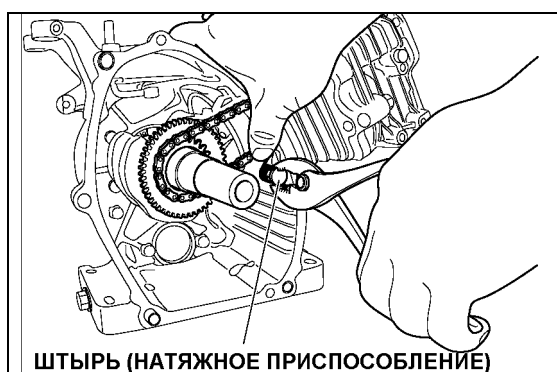
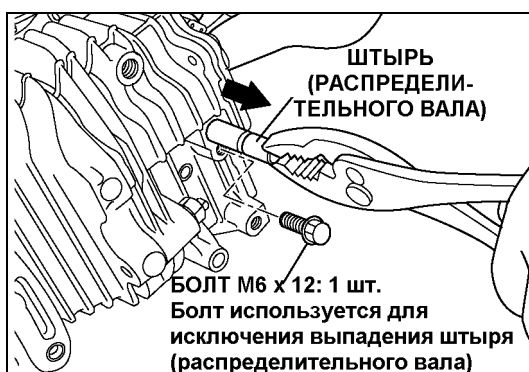

Рис. 5-18a
Рис. 5-18b
| 22   | Натяжное приспособление, распределительный вал | <ol style="list-style-type: none"> <li>(1) Удалите натяжное приспособление. (См. рис. 5-18a). Не потеряйте штырь (натяжного приспособления).</li> <li>(2) Удалите удерживающий болт штыря (распределительного вала) с крышки блока головки цилиндра. (См. рис. 5-18b)</li> <li>(3) Удалите штырь (распределительного вала), соблюдая осторожность, чтобы не повредить уплотнительное кольцо.</li> <li>(4) Удалите со звёздочки распределительного вала цепь и затем снимите распределительный вал. (См. рис. 5-19)</li> <li>(5) Снимите с распределительного вала цепь.</li> </ol> | Торцевой гаечный ключ на 10 мм или ключ на М6 x 12mm: 1 шт. |